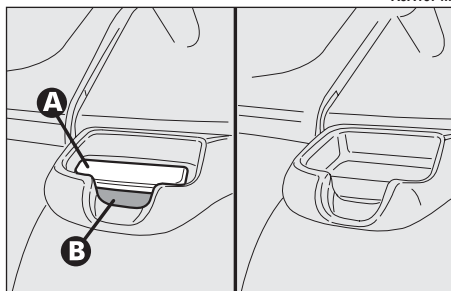

fig. 42
*Assicurarsi che lo schienale risulti correttamente agganciato su entrambi i lati ("bande rosse" (B-fig. 42) non visibili) per evitare che, in caso di brusca frenata, lo schienale possa proiettarsi in avanti causando ferimento ai passeggeri.*
*Il corretto aggancio dello schienale è garantito dalla scomparsa della "banda rossa" (B-fig. 42) presente sulle leve (A) di abbattimento dello schienale. La presenza della "banda rossa" indica infatti il mancato aggancio dello schienale. Nel riportare lo schienale in posizione di utilizzo accertarsi dell'avvenuto aggancio fino a percepire lo scatto di blocco.*